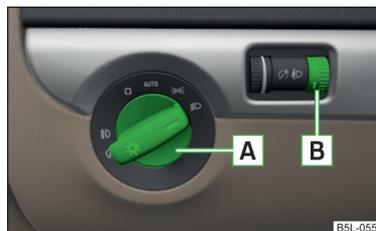

Fig. 25
En los vehículos con **dirección a la derecha**, la disposición de los elementos de manejo se diferencia en parte de la disposición mostrada en » **fig. 25** de la página 50. Los símbolos que marcan las posiciones de los elementos de manejo son iguales.
Posiciones del conmutador de luces **A** » **fig. 25**.
Girando el regulador giratorio **B** » fig. 25 de la posición — a **3**, se adapta paulatinamente la regulación del alcance luminoso y se acorta así el cono de luz.
- ✓ El conmutador de luces **A** se encuentra en la posición **0** o **AUTO** » fig. 25 de la página 50.